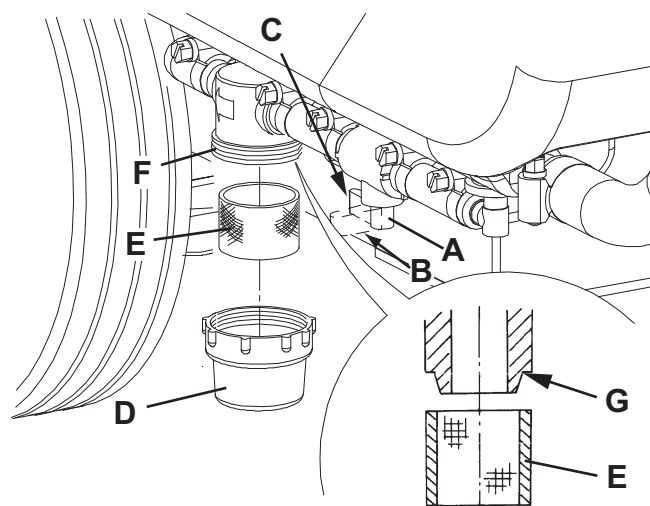

Рис. 5
1. Отсоедините шнур питания (3) от электросети и намотайте его на держатель (4).
3. Закройте кран раствора (А, Рис. 5) под машиной позади правого заднего колеса. Кран (А) закрыт, когда находится в положении (В), и открыт, когда находится в положении (С).
4. Снимите прозрачную крышку (D), затем удалите сетку фильтра (E). Очистьте и установите их на стойке (F).